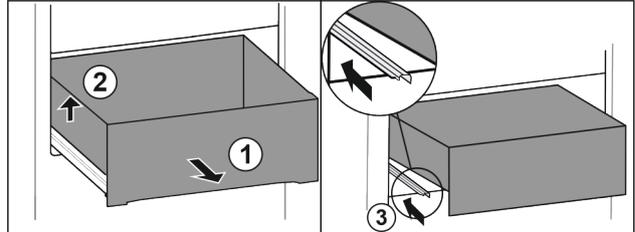

Fig. 21
- ▶ Schubfach bis zum Anschlag herausziehen. Fig. 21 (1)
- ▶ Schubfach links anheben. Fig. 21 (2)
- ▶ Linke Schiene einschieben. Fig. 21 (3)